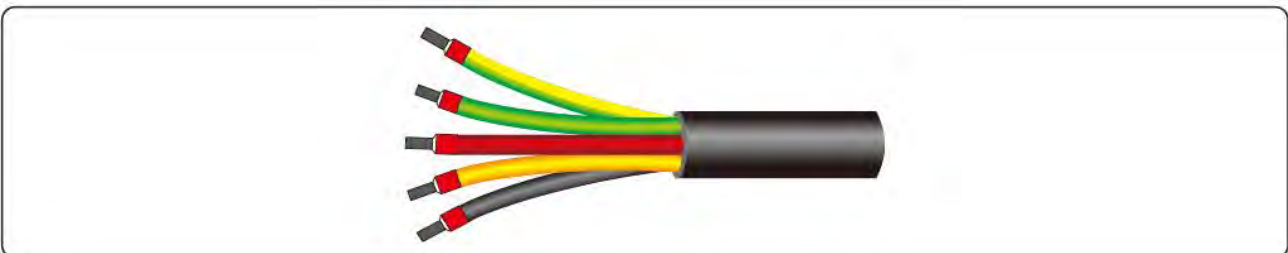

Figura 5.5 Crimpatura dei morsetti di tipo Euro
**Fase 2** Crimpare i morsetti di tipo Euro utilizzando l'apposita pinza di crimpatura, illustrata nella Figura 5.5.